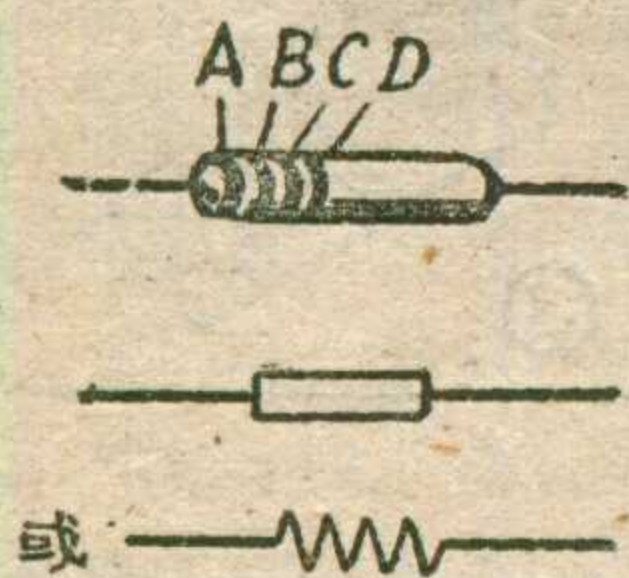
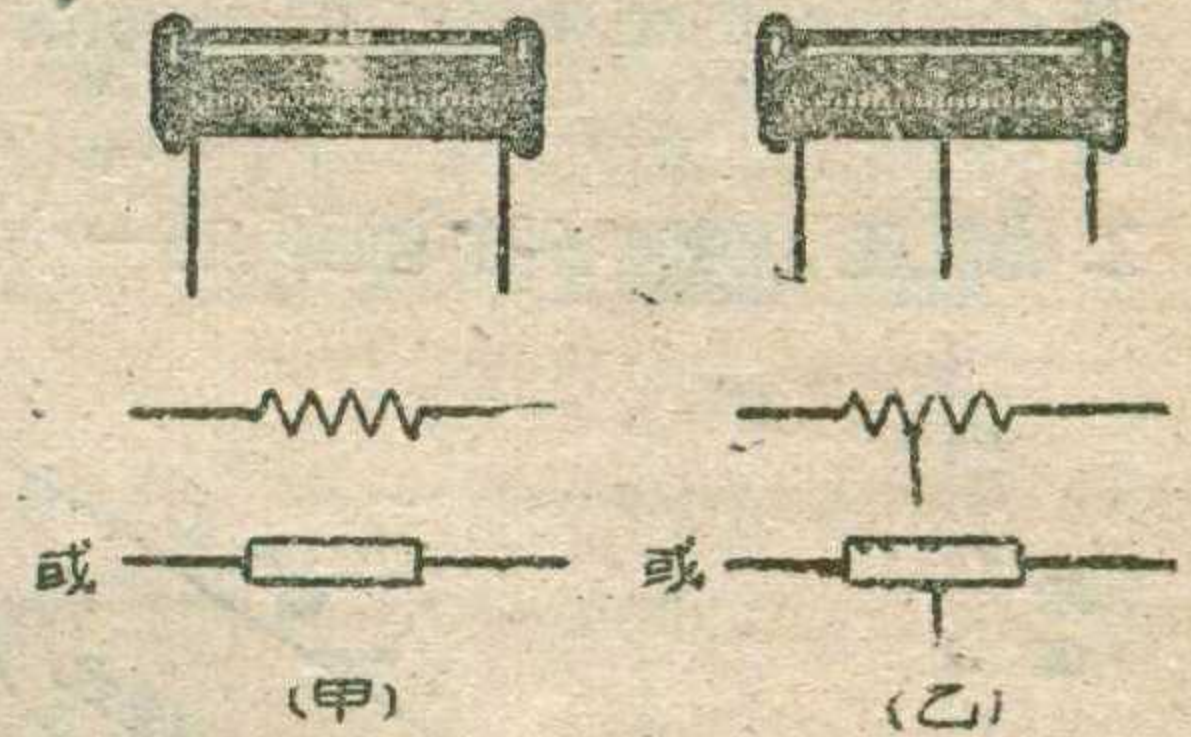
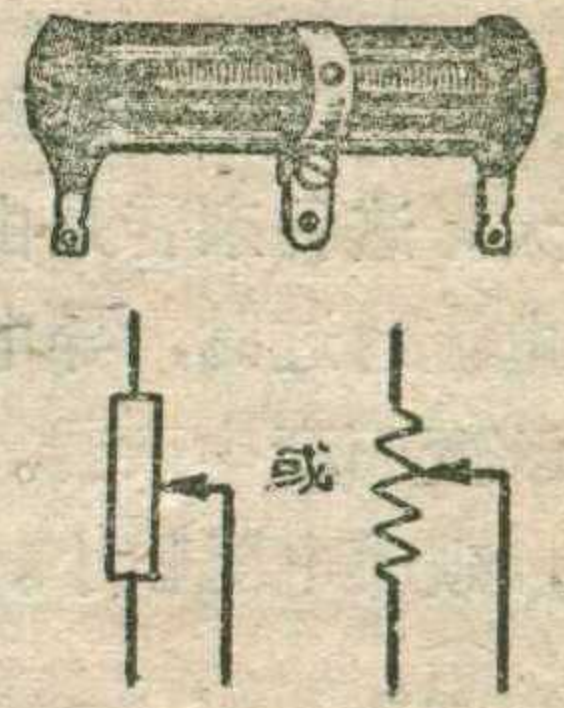

图 1
图 3
图 4
黑白对比度旋钮 这个旋钮用来控制图像信号的强弱，它可以改变图像的黑暗部分和光亮部分的对比程度。如黑白对比程度太强烈，会令人感到图像不柔和；如黑白对比程度太弱，则图像不明显，甚至显不出图像。黑白对比程度调到最恰当的位置时，应使图像介于黑、白之间的灰色部分也能充分地显示出来，使人感到整幅图像如同一张很好的照片一样。图1是电视机接收到的正常黑白方格测试图。
我们的录音机，在每次录音前胶带总要先来一次消音，花费很多时间，而效果并不十分好，有时仍有重音出现。根据这种情况，我试制成功了一种简便的快速磁消音器。用售品 3Q5 × 2 输出变压器改制，在它的初级圈的外圈用 39 号漆包线加绕 143 圈，与初级线圈串联，插入图 1 所示铁心制成，制成后如图 3。
做成薄膜合成电阻。合成电阻的阻值大小随配料内导电成份的多少而定。合成电阻的外形如图1所示。它的电阻值一般是用颜色来标志的。在电阻的一端漆有三道或四道色环，第一道色环（A）表示阻值的第一位数字，第二道色环（B）表示阻值的第二位数字，第三道色环（C）表示阻值末尾有几个零。合成电阻对其标称值来说，往往有 $\pm 5\%$ 到 $\pm 20\%$ 的容许误差，这个误差程度也用颜色标志在电阻上面，如图一中的第四道色环D。电阻的颜色标志代表的数字列表如后：
4. 线绕电阻 线绕电阻适用于较大功率的场合，例如收音机中音频功率放大管的自给栅偏压电阻和代替电源滤波扼流圈用的电阻等。它的额定功率大都在 2 瓦以上。线绕电阻是用电阻线间绕在瓷管上制成的，常用的电阻线有镍铬合金线和铜镍合金线两种，前者的电阻率较大。线绕电阻绕成后，在瓷管外面涂一层陶土质、绝缘漆或釉质等作保护层，以防损坏。功率较小但阻值较大的线绕电阻，因为用线过细，容易霉断。线绕电阻工作时发热较多，附近必须留有间隙，以便散热，并防止烤坏其他元件。线绕电阻的容许误差范围，一般都比碳质电阻小，大都在士 5% 以下，有时为了使用方便，在一定阻值的地方又引出接头(图 3 乙)，如线圈的抽头一般，这种称为“抽头线绕电阻”，目前用得较少。线绕电阻的外形见图 3。有些线绕电阻绕好以后，并不全部涂满绝缘保护层，在瓷管上留有一条沟槽，露出电阻线，另装有一个圆形卡子，可以在上面移动位置，以便得到不同的阻值，这就是可变线绕电阻，外形见图 4。线绕电阻的阻值一般都不超过几十千欧，因为阻值太大了，电阻线容易断。
点接通另一个交流继电器 R_{r2} 的电源（图1），使它动作，从而又接通我们要控制的电路，同时发出警报（信号铃响）。
在图1中，双三极复合电子管6H1Π（或6SN7）的一半三极管（ Π_{1a} ）作放大，另一半三极管（ Π_{1b} ）作整流。在放大管 Π_{1a} 的阴极上接一个10千欧（10K）电位器 R_2 。整流后的电流在 R_2 上产生电压降，其负端通过电阻 R_1
在作声电控制或水位报警控制时，只要把图3、图4的1、2点和图1中的1、2点相接，那末话筒中有声音送入，或水位上升到一定高度时，和上述原理一样，也能产生控制作用。